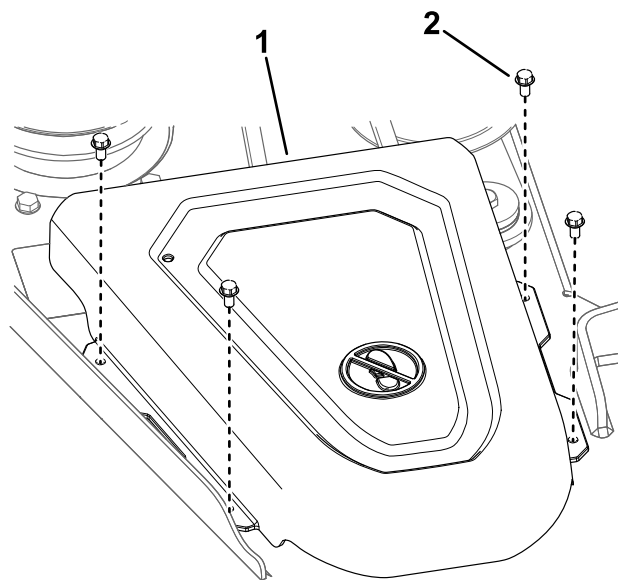

Figura 51
4. Retire las cubiertas de la polea (Figura 51).